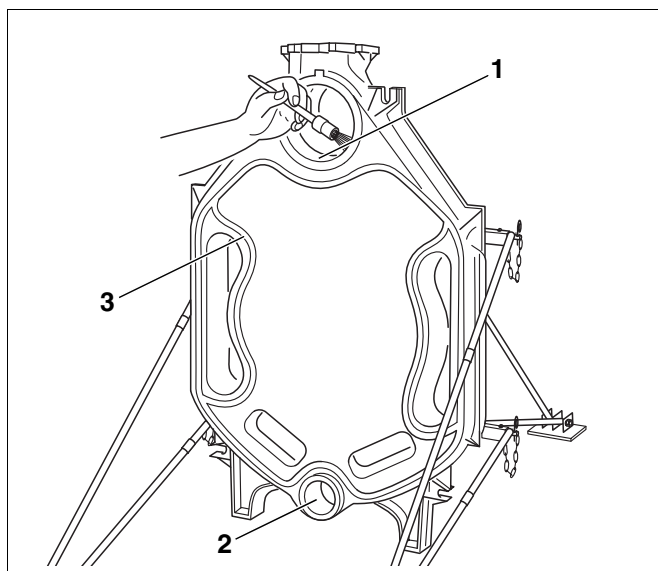

Abb. 13 Dichtnuten und Naben vorbereiten
- Dichtnuten gegebenenfalls mit Drahtbürste und Lappen reinigen (Abb. 13, **Pos. 3**).
- Dichtflächen der Naben (Abb. 13, **Pos. 1 und 2**) mit benzingetränktem Lappen reinigen.